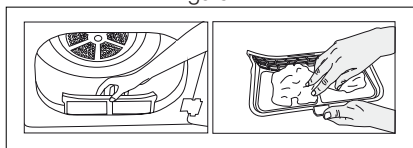

Figura 2
- 2.b) Se o filtro da tampa do produto estiver conforme mostrado na figura 2, remova o filtro puxando-o para cima.